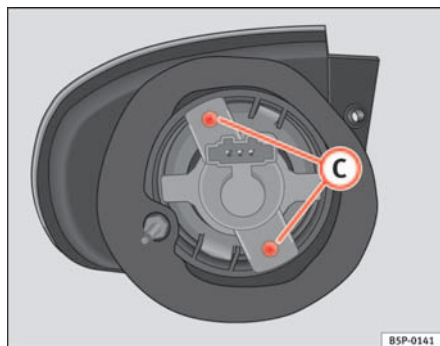

Fig. 190 Luz intermitente
- Desenrosque los tornillos ⇒ página 269, fig. 190 **C** del portalámparas y tire del mismo.
- Retire los tornillos ⇒ fig. 190 C del portalámparas y tire del mismo.